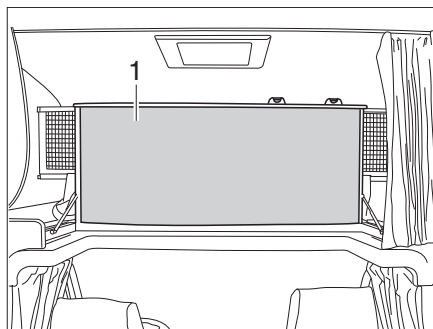

Bild 157 Alkovsäng, uppfälld
- Fäll upp alkovsängen (Bild 157,1) framtill. Alkovsängen hålls uppe av gasfjädrar.